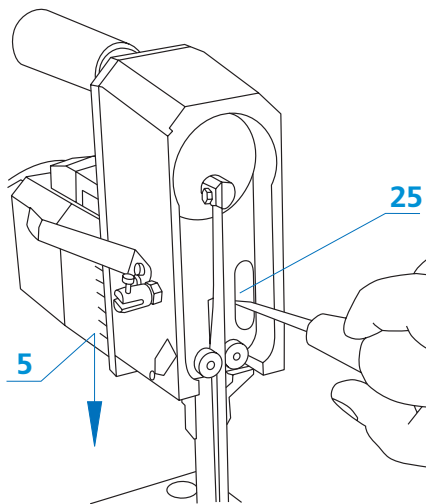

Рис. 11 - Натяжение ремня
При замедлении движения ножа, на полных оборотах, отрегулировать натяжение ремня, как показано на рис. 11.
- демонтировать направляющий элемент заточного устройства (16), рычаг лапки (6), крышку (19) и лапку (8) согласно рис. 11 и описанию в части "Замена ножа",
- частично открутить два винта (25), находящиеся внутри корпуса (18), удерживающие двигатель (5),
- слегка увеличить натяжение ремня, передвигая двигатель (5) вниз, согласно стрелке (рис. 11),
- закрутить два винта (25),